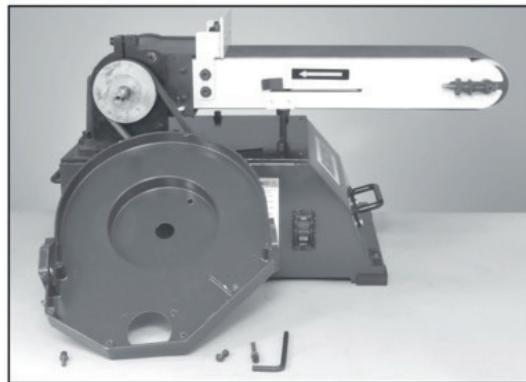

Рис. 18.
6. Отвинтите раму диска от корпуса шлифовальной машины. Открутите три винта: два – сверху рамы и один, более длинный, винт – с внутренней стороны рамы (рис. 18).